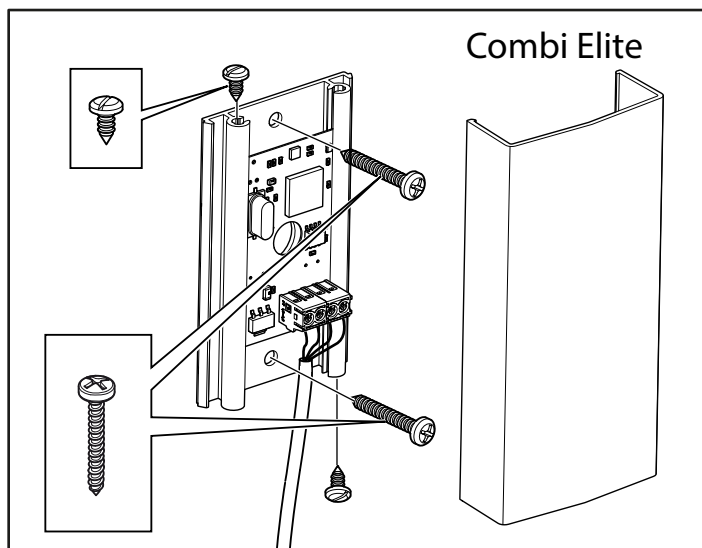
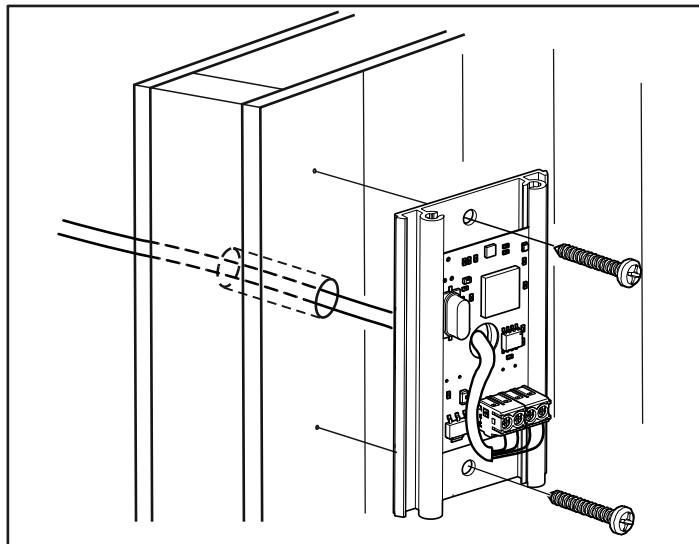

Fig 16: Montering av sensorn, Kabeln inne i bastun måste vara värmebeständig. Anslut sensorns kabel (se Fig 19).
Fig 17 : Ledningsdraging genom vägg.
14. Montera sensorn på väggen se Fig 16. Termistorledningen kan även dras igenom väggen. Täta eventuella hål i väggen bakom sensorn, se Fig 17. Termistorledningen kan förlängas utanför bastun med svagströmsledning (4-ledare).